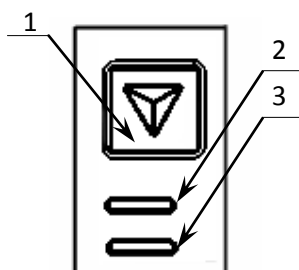

Рисунок 2. Панель управления
8. Панель управления (подробнее смотрите рисунок 2);